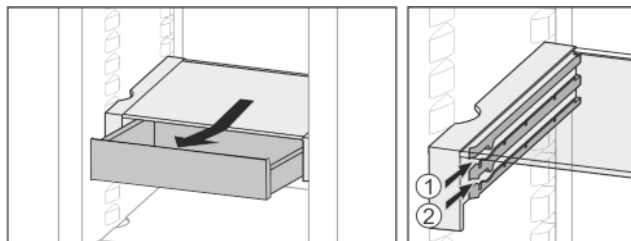

Fig. 21
- ▶ Introduceți la înălțimea dorită Fig. 21 (1) sau Fig. 21 (2).